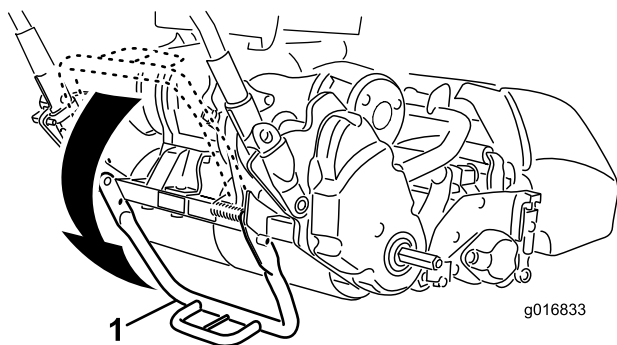

Bild 9
1. Drücken Sie die Mitte des Ständers mit dem Fuß nach unten und ziehen Sie die untere Holmstütze nach oben, bis der Ständer nach vorne gedreht über der Mitte ist (Bild 9).